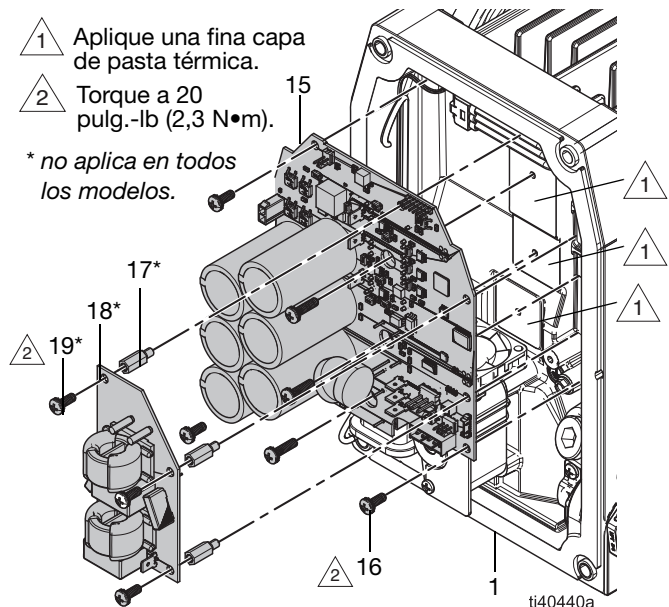

FIG. 11: Tablero de control y tarjeta del filtro
Ver FIG. 11.
2. Si es necesario, aplique una capa delgada de pasta térmica donde se indica en la FIG. 11.
3. Mantenga los cables alejados de la carcasa del estator (1) e inserte el tablero de control (15) en la carcasa del estator.
4. Sostenga el tablero de control (15) en su lugar. Al mismo tiempo, instale los sujetadores del tablero de control (16). Torque a 20 pulg.-lb (2,3 N•m).
5. Si corresponde, instale los espaciadores (17), la tarjeta del filtro (18) y los sujetadores (19). Apriete firmemente los sujetadores (19).
6. Si corresponde, conecte el cable marrón de alimentación de la tarjeta del filtro (18) a L1 y el cable azul a L2 en el tablero de control. Consulte **Esquema eléctrico**, página 37.
7. Conecte todos los cables del tablero de control (15) y la tarjeta del filtro (18, si corresponde). Consulte **Esquema eléctrico**, página 37.